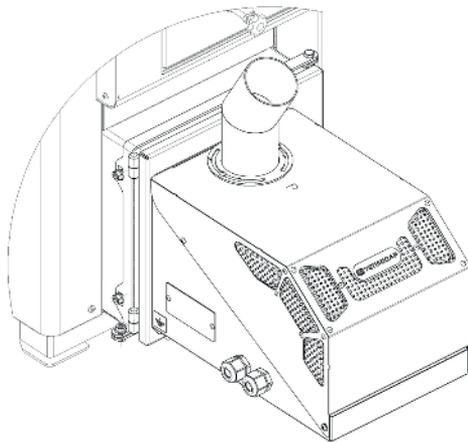

Рисунок 12.4
4. Установить горелочное устройство Рис. 12.4.